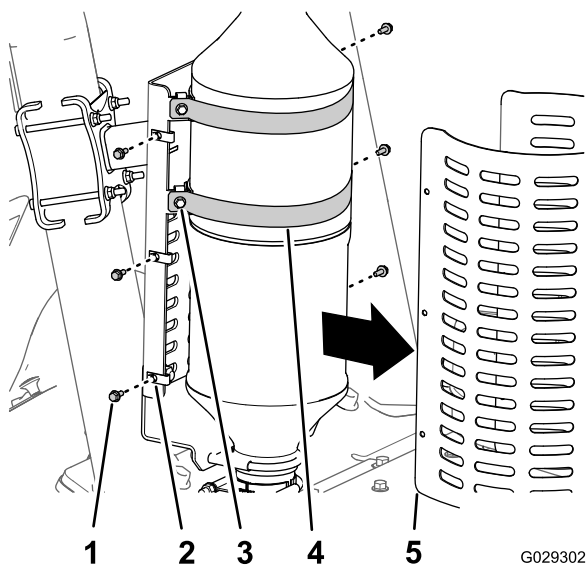

Figura 20
- A. Remova os 6 parafusos flangeados (6 x 16 mm) que fixam o protetor do escapamento ao suporte do sistema de escapamento, e remova o protetor (Figura 20).
- B. Solte os parafusos flangeados (6 x 30 mm) que fixam as abraçadeiras do silencioso ao suporte do sistema de escapamento (Figura 20).